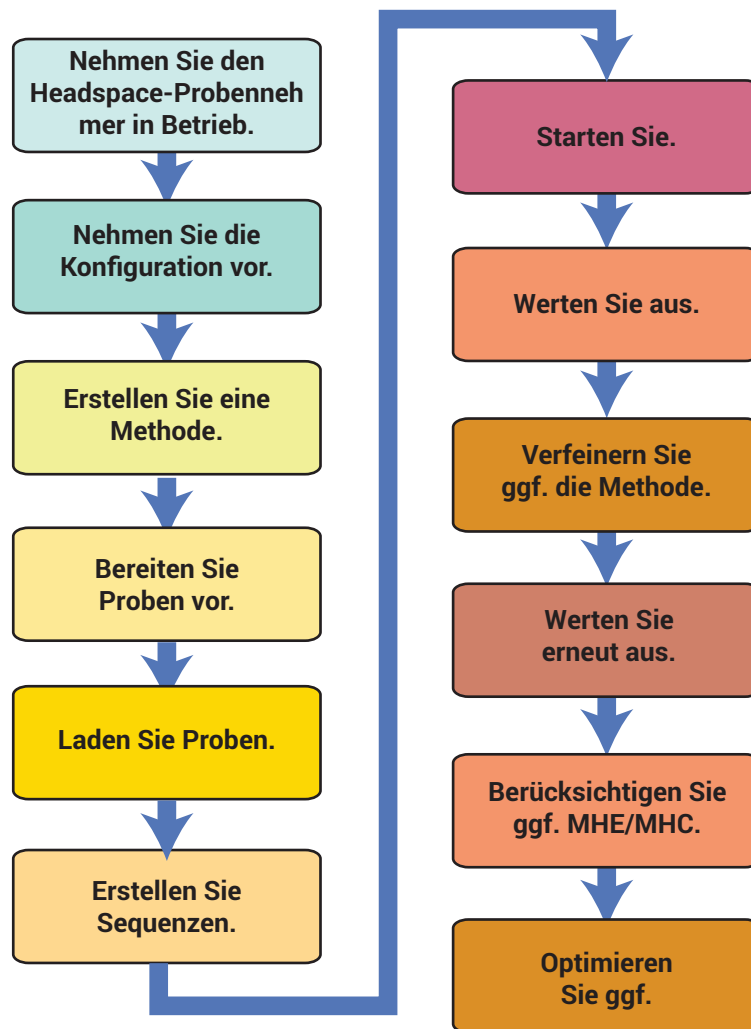

Abb.6. Arbeitsablauf bei der Methodenentwicklung
**Abbildung 6** fasst den Arbeitsablauf zur Entwicklung von Methoden zusammen. Details zur Entwicklung von Methoden finden Sie unter „**Methodenentwicklung**“ auf Seite 81.